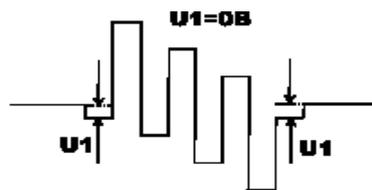

Рис.4
- подстроечным резистором VR301 добейтесь формы сигнала, показанной на рис.4.